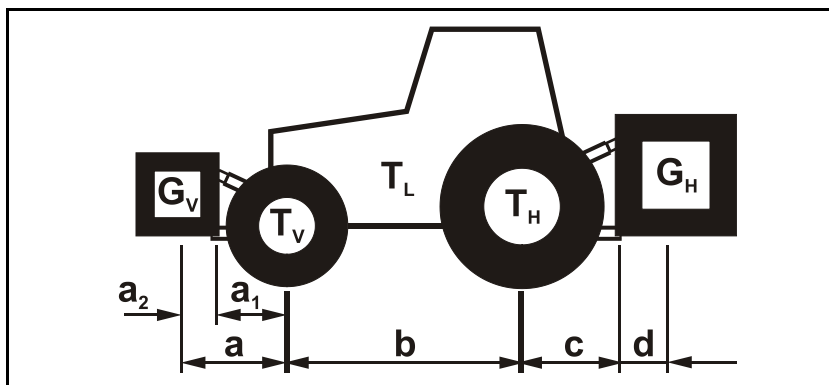

Fig. 51
3. Drej beskyttelsestragten (Fig. 51/1) i monteringsposition.
4. Træk det halve beskyttelsesrør af (Fig. 51/3)